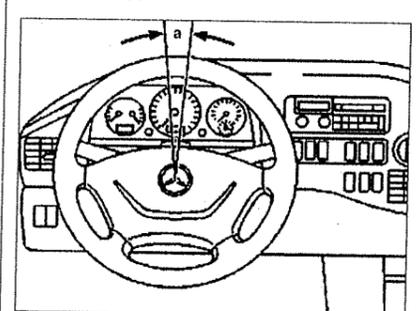

Рис. 1.35. Проверка свободного хода рулевого колеса.
5. Проверьте свободный ход **a** рулевого колеса (см.рис.1.35). Поверните рулевое колесо слева направо от начала до конца. Если свободный ход больше допустимого, проверьте свободный ход тяг рулевого